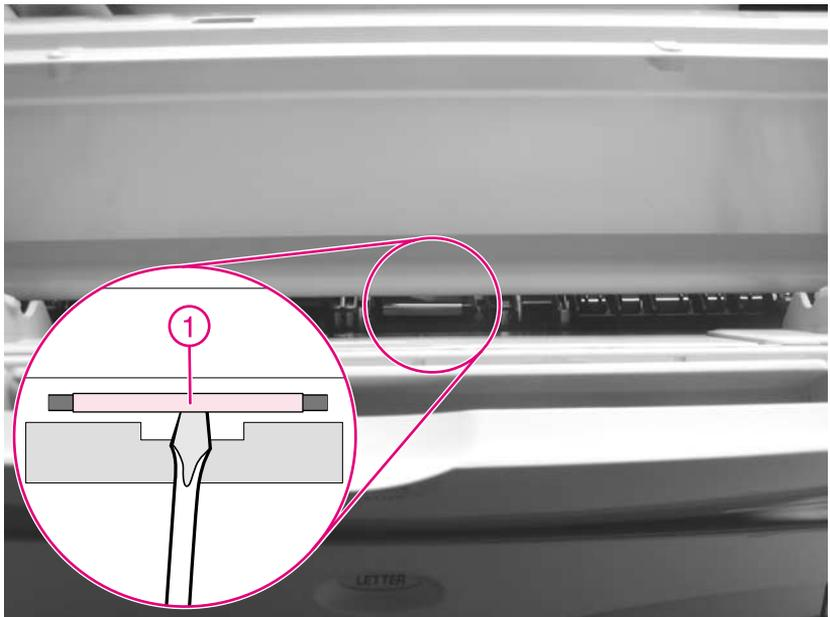
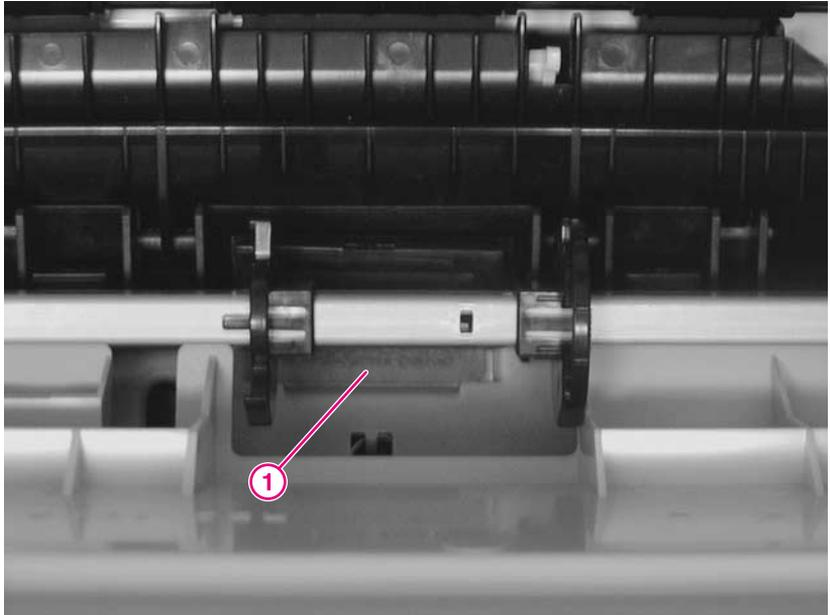

Figure 7 Soulèvement du tampon de séparation du bac 1 (avant de l'imprimante)
Figure 8
- 2 Repérez le tampon de séparation du bac 1 sur la figure 7 (détail 1) et la figure 8 (détail 1).
- 3 Utilisez un petit tournevis droit pour soulever du support le tampon de séparation du bac 1 (figure 7, détail 1).
- 4 Retirez le tampon de séparation de l'intérieur de l'imprimante (figure 8, détail 1).